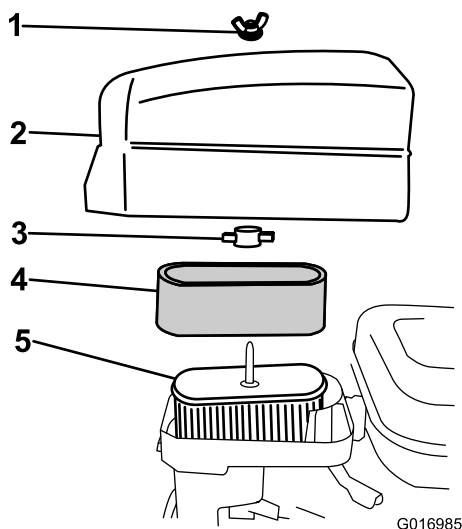

Рисунок 32
4. Если элемент из пеноматериала загрязнен, извлеките его из бумажного элемента (Рисунок 32) и очистите следующим образом: